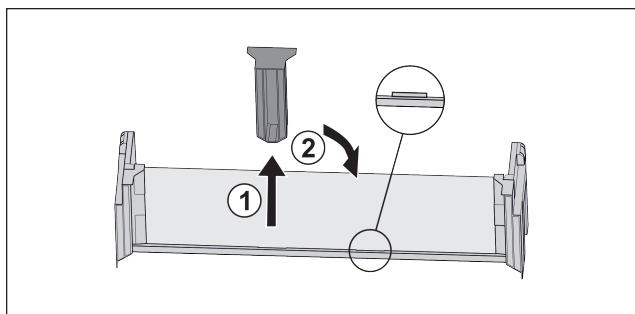

Fig. 103
- ▶ Stáhněte prostřední přídržný díl Fig. 103 (1).
- ▶ Vložte prostřední přídržný díl do druhé polohy Fig. 103 (2).